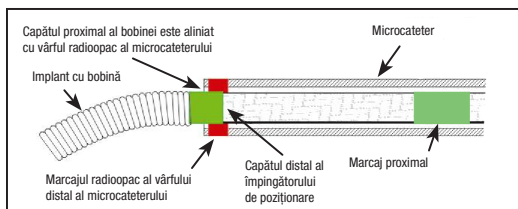

Figura 4 – Poziția benzilor de marcaj pentru detășare
29. Avansați bobina până la locul dorit, până când marcajul radioopac de pe împingătorul de poziționare este aliniat sau ușor distal față de marcajul radioopac al vârfului distal al microcateretului, poziționând zona de detășare imediat în afara vârfului microcateretului. Consultați Figura 4.